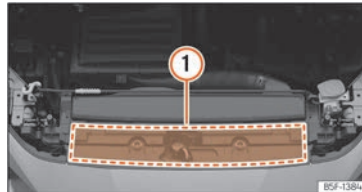

Abb. 207 Im Motorraum: Position des Aufklebers mit Motoröl-Spezifikationen
>>> (Abb. 207) ①. Bei Verwendung des empfohlenen Motoröls kann das Motoröl so oft wie erforderlich nachgefüllt werden.